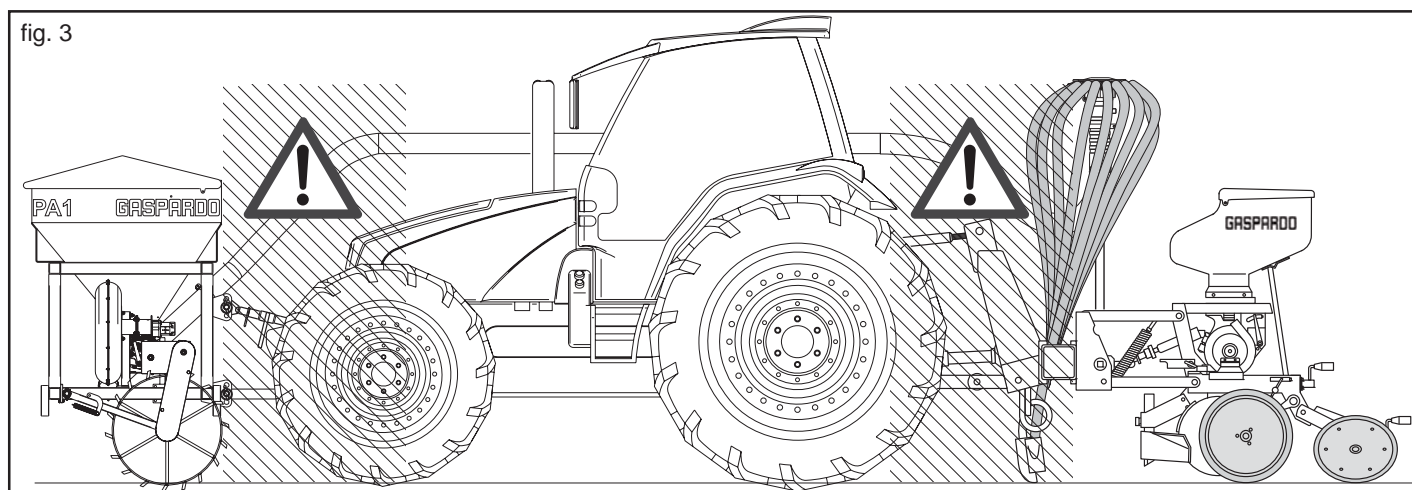

fig. 3
- 5) Pentru a executa operatia de ridicare din exterior, este absolut interzisa punerea intre tractor si atasare (Fig. 3).
- 6) Este absolut interzisa interpunerea intre tractor si utilaj (Fig. 3) cu motorul oprit si cardanul introdus, fara a fi actionata frana de stationare si a aseza, sub roti, un cep sau o piatra de blocaj.